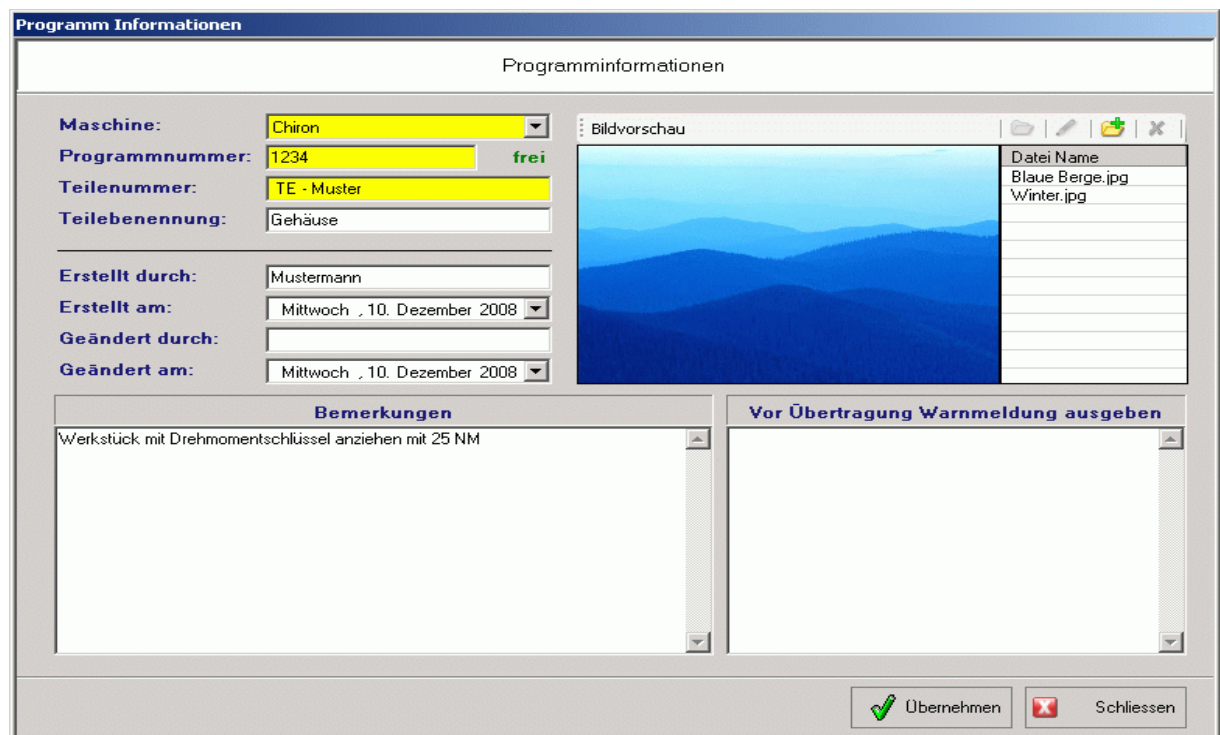

Abbildung 9.1: Neues Programm anlegen
10.4. Um die Programminformationen zu bearbeiten, klicken Sie auf das nach unten zeigende Pfeil im Feld ‚Programminfo‘ und auf ‚Bearbeiten‘. Das Programminformationsfenster öffnet sich wie in Abbildung 9.1. und Sie können Änderungen vornehmen und Bilder hinzufügen oder löschen.